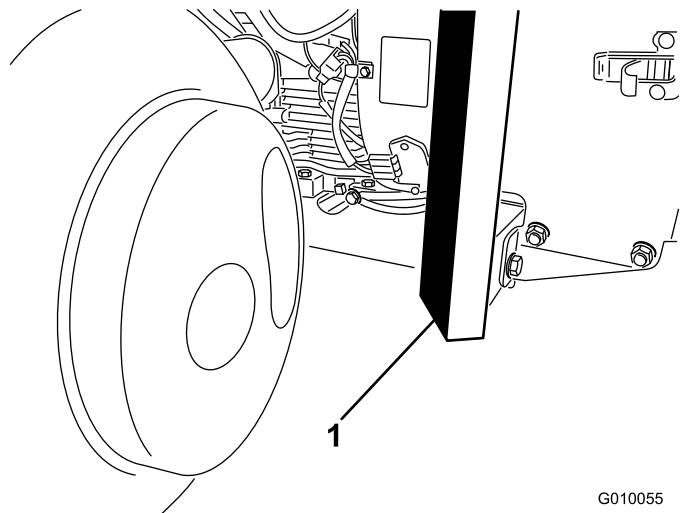

Рисунок 38
3. Надежно разместите домкрат под передней частью рамы (Рисунок 38).